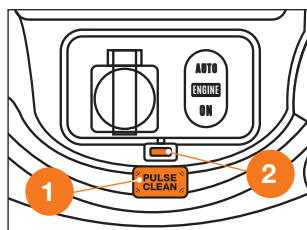

Рис. 17
Пылесос **DAVC 2500SD** оснащен функцией вибрационной самоочистки фильтра (Рис. 17).
- При заполнении бака индикатор заполнения ❷ подсвечивается красным (Рис. 17).